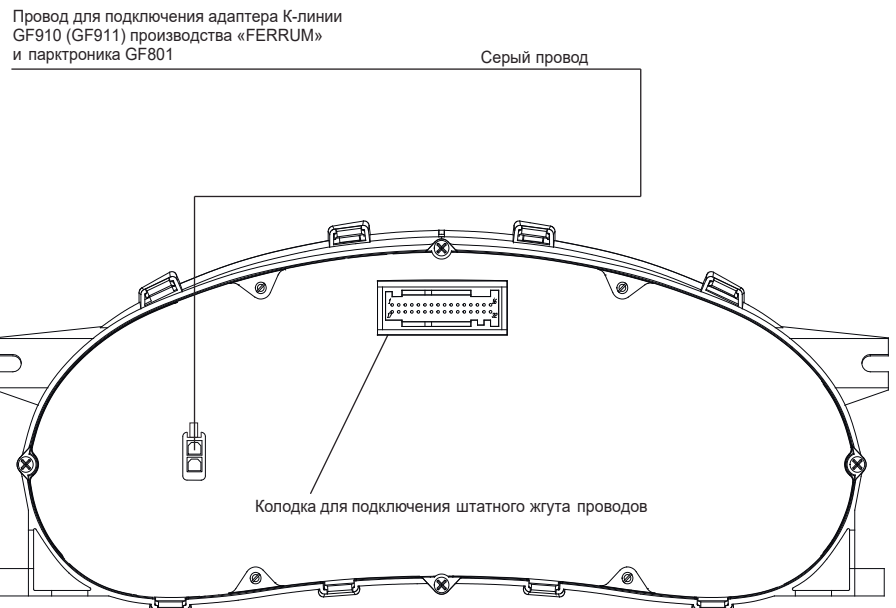

Рис. 10
3.1.3 K-Line-адаптер GF 911 (GF 910) должен быть подключен к бортовой сети автомобиля (чёрный провод массы «-» к кузову автомобиля, один из красных проводов к +12 В). Серый провод адаптера GF 911 (GF 910) должен быть соединён с серым проводом «К-линии» ЭКП GF 826N. (Рис. 10, стр. 13). Разъем блока питания 12В (Рис.8, стр. 12) используется для обновления ПО вне автомобиля.